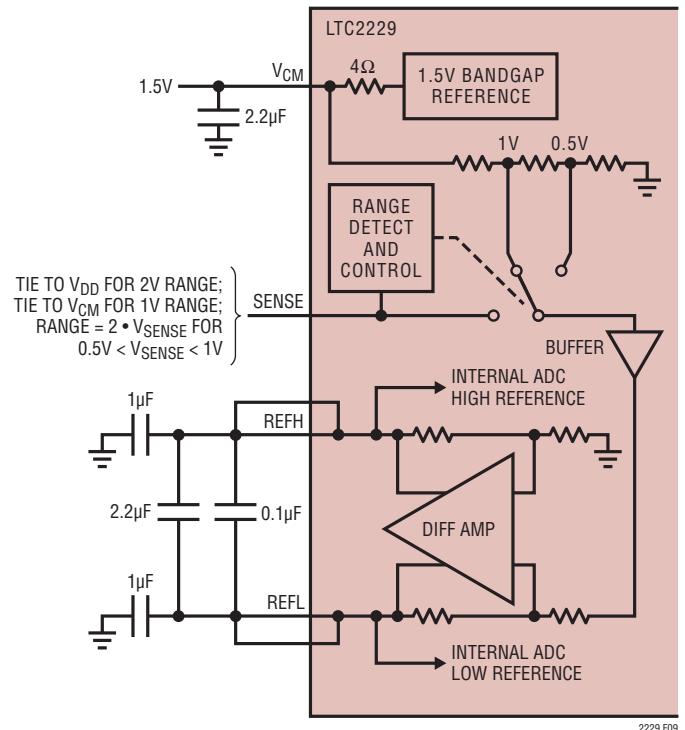

図9. 等価リファレンス回路
1.5Vのバンドギャップ・リファレンス、差動アンプ、およびスイッチングと制御の回路で構成されるLTC2229のリファレンス回路を図9に示します。内部電圧リファレンスはピンで選択可能な2V(差動±1V)または1V(差動±0.5V)の2つの入力レンジに設定することができます。SENSEピンをV_{DD}に接続すると2Vの範囲が選択され、SENSEピンをV_{CM}に接続すると1Vの範囲が選択されます。
差動アンプはADCの“H”リファレンスと“L”リファレンスを生成します。高速スイッチング回路がこれらの出力に接続されているので、これらの出力は外部でバイパスする必要があります。各出力には2つのピンがあります。パッケージのインダクタンスを減らすために複数の出力ピンを必要とします。バイパス・コンデンサは図9に示すように接続する必要があります。